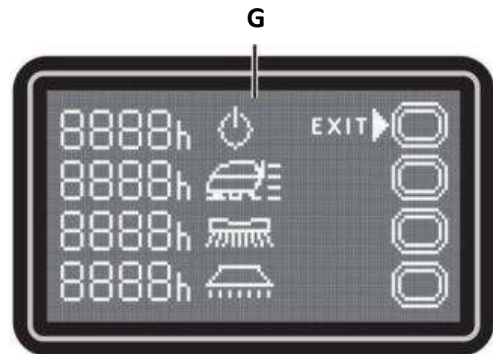

Figure 9
**Écran compte-heures (G, Fig. 9)**